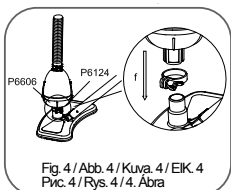

Fig. 4/Abb. 4/Kuva. 4/EIK. 4
- Conecte la cubierta del dispositivo de vacío (P6606) al cabezal de vacío (P6533) y ajústela con la abrazadera de la manguera (P6124). (Veja Fig.4)
- Stecken Sie die Saugerabdeckung (P6606) auf den Saugerkopf (P6533) und befestigen Sie diese mit der Schlauchschelle (P6124). (Siehe Abb.4)
- Sluit het vacuümdoeksel (P6606) aan op de vacuümkop (P6533) en zet hem vast met de slangklem (P6124). (Zie Fig. 4)
- Collegare la copertura (P6606) alla testa dell'aspiratore (P6533) e fissarla con la fascetta stringitubo (P6124) (Vedere Fig.4)
- Fixez le couvercle de l'aspirateur (P6606) à la tête de l'aspirateur (P6533) et serrez-le à l'aide du collier de serrage (P6124). (Voir Fig.4)
- Присоедините шланг дощуга (P6133) к головке вакуум-отсоса (P6533) и затяните хомут (P6124). (См. Рис.4)
- Połącz obudowę odkurzacza (P6606) z głowicą odkurzacza (P6533) i przymocuj ją opaską zaciskową (P6124). (Patrz Rys.4)
- Koppla vakuumhöljet (P6606) till vakuummunstycket (P6533) och spänn med slangklämman (P6124). (Se Fig.4)
Pvc. 4/Rys. 4/1.4. Ábra